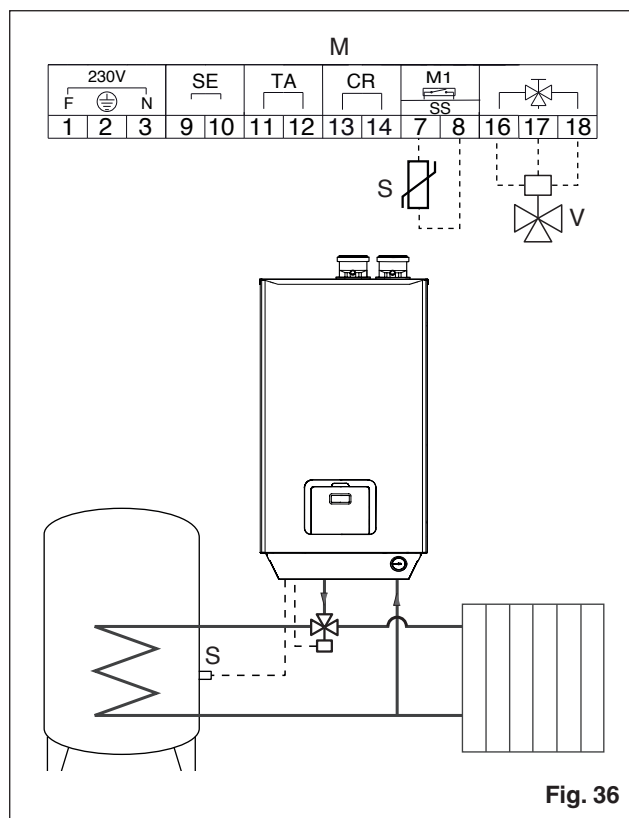

Fig. 36
- realizzare il circuito idraulico rappresentato in Fig. 36
- collegare elettricamente la valvola deviatrice (V) ai contatti 16, 17 e 18 predisposti sulla morsettieria di caldaia (M)
- collegare la sonda bollitore (S) fornita come accessorio ai contatti 7 e 8 della morsettieria di della caldaia (M)